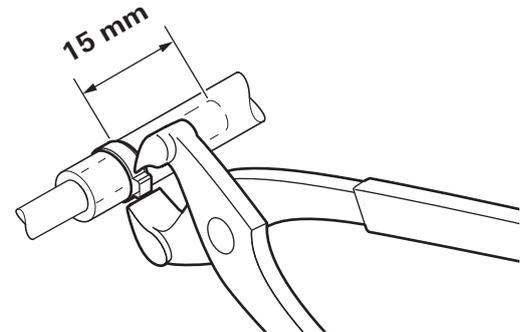

Figura 24
- ▶ Posizionare le fascette a orecchio facendo attenzione che il tubo del combustibile sporga dalle fascette di almeno 15 mm (Figura 24).